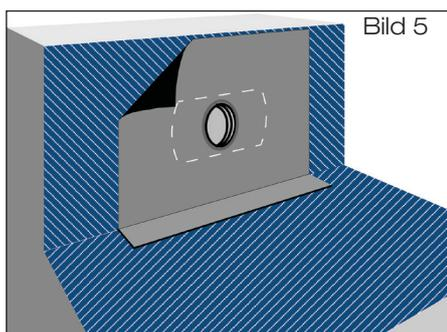

Bild 5
- 1.5 Bei bituminösen Dampfsperrbahnen sind Decke und Wand mit Bitumen-Voranstrich zu versehen (Bild 5).